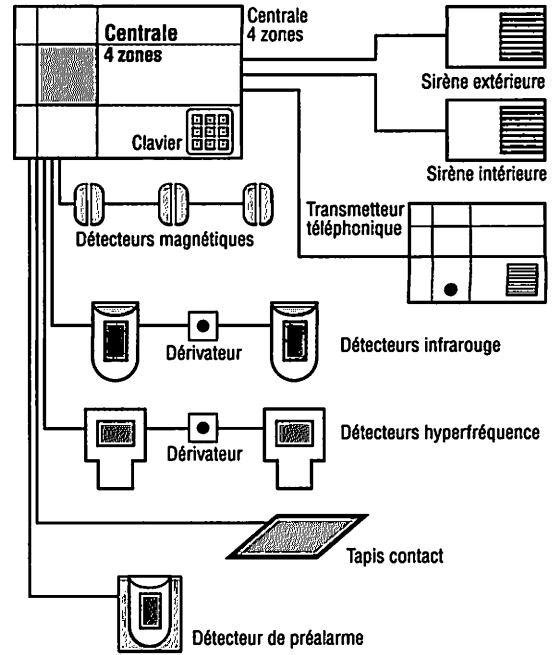

Fig. 6 : Exemple d'alarme filaire anti-intrusion (Legrand).
**a) Les liaisons filaires (fig. 6)**